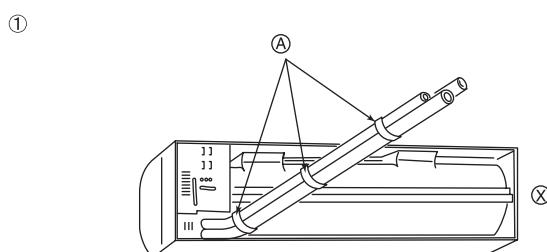
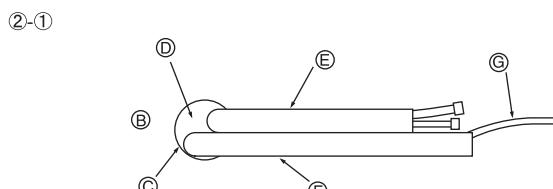

Fig. 3-4
Fig. 3-5
- ① Στερεώστε τη βίδα και στρίψτε την μία στροφή.
- ② Το αλφάδιασμα μπορεί να γίνει εύκολα αναρτώντας ένα βάρος σε ένα σχοινί και ευθυγραμμίζοντας το σχοινί με το σημείο.
- ① Σωλήνες στο πίσω, δεξιό και χαμηλότερο μέρος (Fig. 3-4)
- ② Αριστερός και πίσω αριστερός σωλήνας
- ②-① Για πίσω αριστερή σωλήνωση, τραβήγετε τους σωλήνες να βγουν από την οπή για να μετρήσετε σωστά το μήκος τους, μετά λύνετε τους. Η εσωτερική μονάδα πρέπει να κρέμεται από τη βάση της που είναι τοποθετημένη στον τοίχο. (Fig. 3-5)